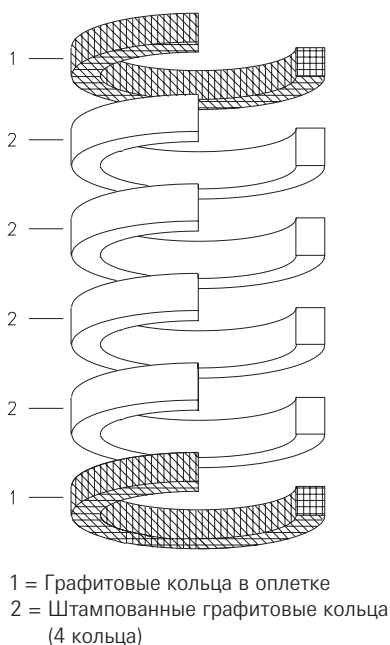

Рис. 3
2. Снимите гайки (16) болтов крышки сальника (15)
3. Поднимите фланец крышки (10) и крышку (9)
6. Укладка новой набивки сальника должна осуществляться поочередной установкой колец на шток внутри сальниковой коробки, убедитесь, что они правильно сориентированы. Продавите их на дно (См. Рис. 3).
7. Когда сальниковая коробка заполнится, верните крышку (9) и фланец крышки (10) на место.